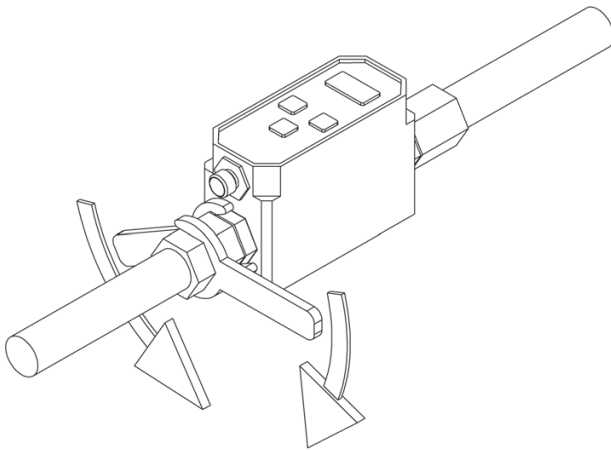
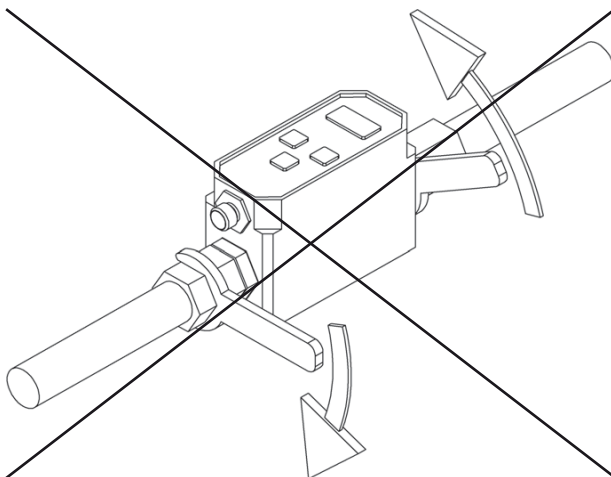

Bild 7: Beispiel Scherkräfte
Bild 8: Negativbeispiel Scherkräfte
Montage *in-line* in einer Rohrleitung (siehe Bild 7).
- ▶ Bei der Montage und im Betrieb darauf achten, dass keine Scherkräfte auftreten können (siehe Bild 7 und Bild 8).